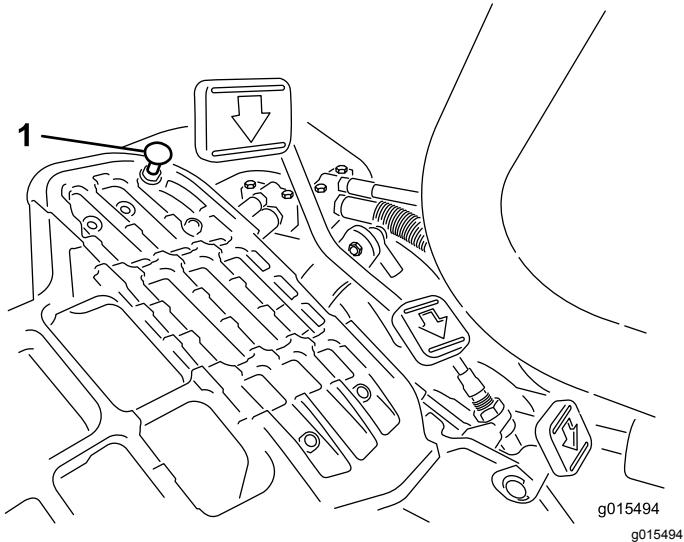

图47
要获得最大行驶速度请将功能控制杆放在行驶位置并踩下驱动踏板。如果在拉线感到张紧力之前踏板接触到限位器图47 请执行以下调节程序
1. 将功能控制杆放在行驶位置松开将踏板限位器固定至底板上的锁紧螺母图47。